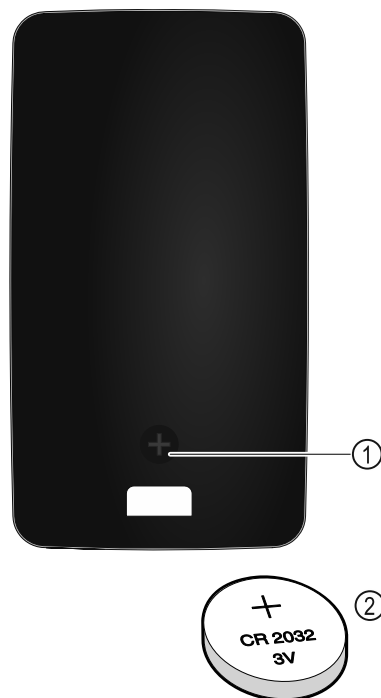

Fig. 223
Strømforsyningen til fjernstyringen sker via et batteri af typen CR 2032 med 3 V Fig. 223 (2), som kan fås hos fagforhandleren.
► Skru skruen Fig. 223 (1) ud på bagsiden af fjernbetjeningen.